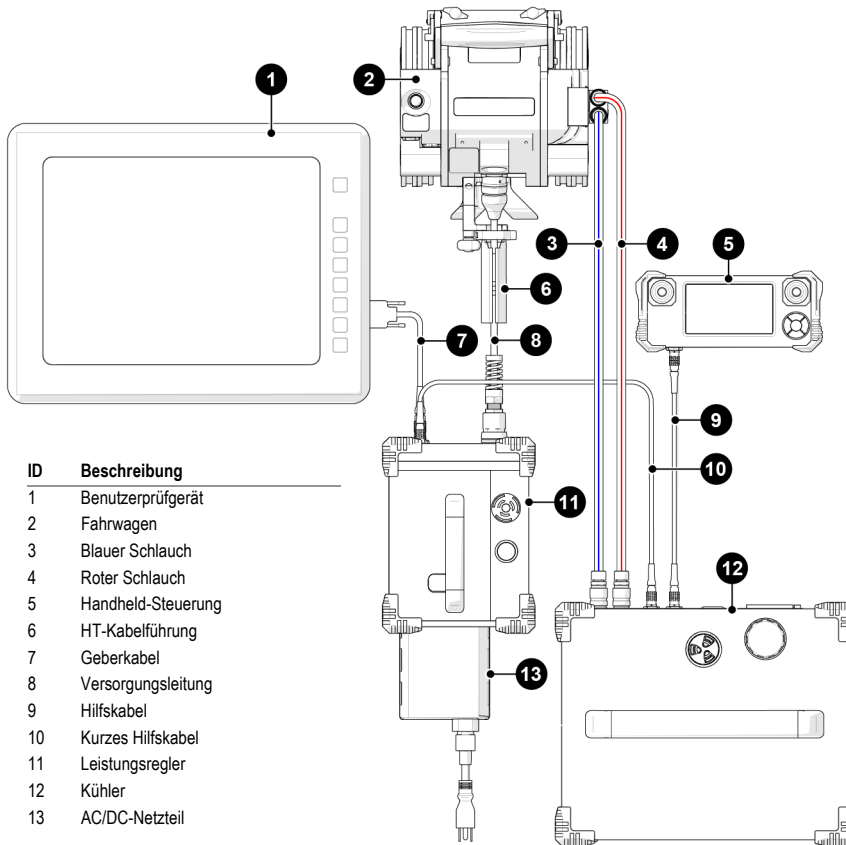

Abbildung 3-2 HT-Fahrwagen – Basiskonfiguration
1. Befestigen Sie die HT-Kabelführung (6) am Fahrwagen (2).
2. Verbinden Sie den Leistungsregler (11) mit dem Fahrwagen (2) über die Versorgungsleitung (8) (siehe Abbildung 3-2 auf Seite 132).
3. Verbinden Sie die Handheld-Steuerung (5) mit dem Kühler (12) über das Zusatzkabel (9) (siehe Abbildung 3-2 auf Seite 132).
4. Verbinden Sie den Kühler (12) mit dem Leistungsregler (11) über das kurze Zusatzkabel (10).
5. Verbinden Sie den blauen Schlauch (3) mit einem der beiden Anschlüsse an des Fahrwagens (2). Schließen Sie das andere Ende des blauen Schlauchs an den Anschluss OUT des Kühlers (12) an.
6. Schließen Sie den roten Schlauch (4) an einen der beiden Anschlüsse des Fahrwagens (2) an. Schließen Sie das andere Ende des roten Schlauchs an den Anschluss OUT des Kühlers (12) an.
7. Führen Sie die Versorgungsleitung (8), den blauen Schlauch (3) und den roten Schlauch (4) durch die HT-Kabelführung (6) (siehe „Schlauchanschluss und -verlegung (HT)“ auf Seite 60).
8. Verbinden Sie Ihr Datenerfassungsgerät (1) mit dem Leistungsregler (11) über das Geberkabel (7).
9. Stecken Sie das AC/DC-Netzteil (13) in den Leistungsregler (11).